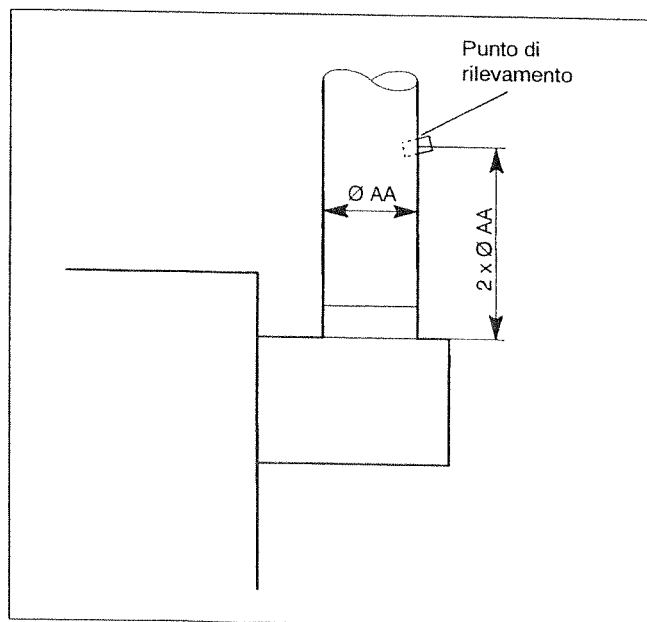

Fig. 35: Punto di rilevamento nel tubo dei gas combusti
- Nel tubo dei gas combusti praticare un foro a circa $2 \times \varnothing AA$ dopo la sicurezza antiriflusso sul lato rivolto in direzione opposta alla caldaia (Fig. 35).